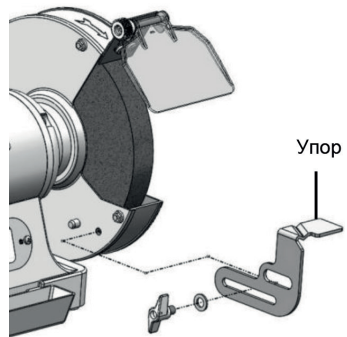

Рис. 3
5. Установите на станок упоры (рис. 3) и отрегулируйте зазор между краем упора и шлифовальным кругом. Он должен быть не более 2 мм.